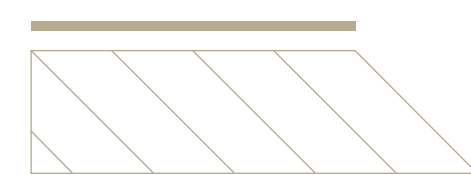

Abb. 14: Reihe an der Mittellinie sauber abschneiden. Nut fräsen und lose Feder einsetzen.
3. Die Reihe über der Mittellinie sauber abschneiden. Eine Nut in der gesamten Länge der Reihe mit dem dazugehörigen Fräseinsatz fräsen. Höhe/Platzierung an die vorhandene Nut anpassen. Eine lose Feder in der gesamten Länge einsetzen und mit einem feuchtigkeitsbeständigen PVAc-Kleber verkleben – wir empfehlen Dinesen Holzleim. Siehe Abb. 14.